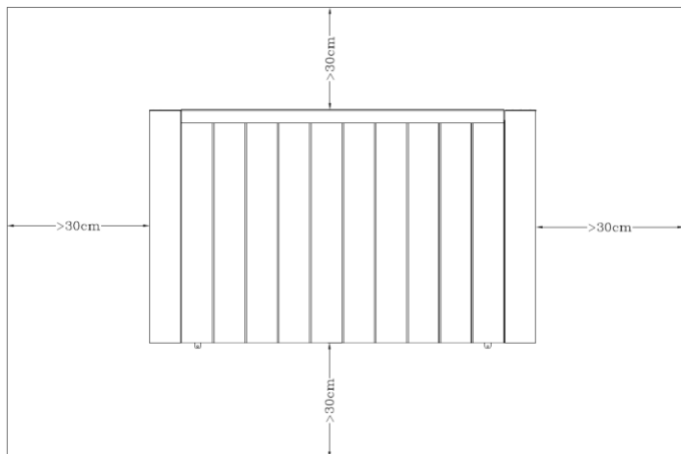

fig. 1
1. Zorg ervoor dat de afstand tussen het apparaat en de vloer of muur minimaal 30 cm bedraagt, zoals aangegeven op de afbeelding. (fig. 1).